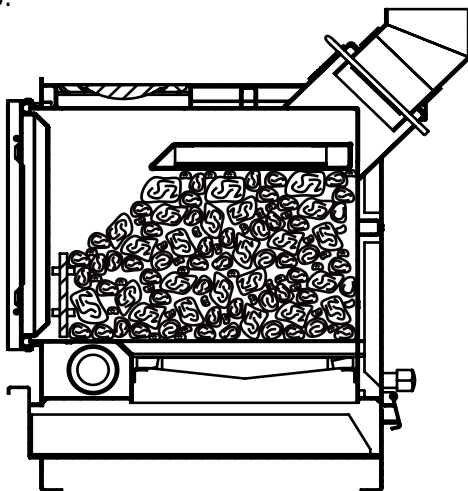

Рис.6 Схема загрузки аппарат Вох.
8.4.5. Добавьте очередную порцию топлива, когда разгорится первый слой основного топлива, равномерно распределить его по всему объему в соответствии рис.6.